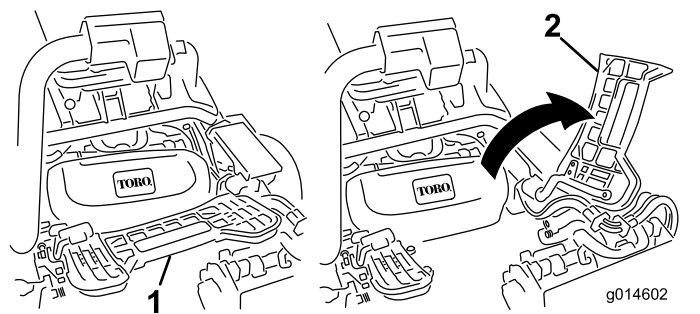

Figura 68
2. Levante el reposapiés y gírelo hacia arriba, para tener acceso a la posición de la unidad de corte central (Figura 68).